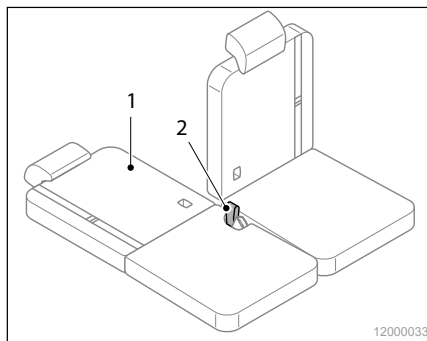

Abb. 6 Rückenlehnen verstellen
- Die Rückenlehnen werden einzeln durch Ziehen der jeweiligen Schlaufe (Abb. 6/2) entriegelt und lassen sich dann im Winkel verstellen oder komplett nach hinten abklappen (Abb. 6/1).